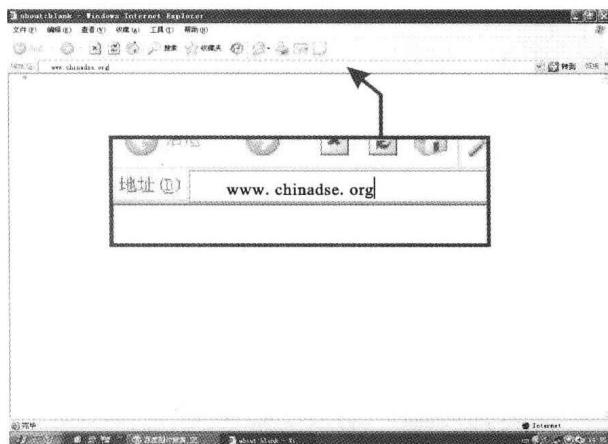

图 3 输入网址
③ 打开计算机上的网络浏览器，在地址栏中输入网址“www.chinadse.org”，然后按回车键，登录数码维修工程师官方网站，如图 3 所示。